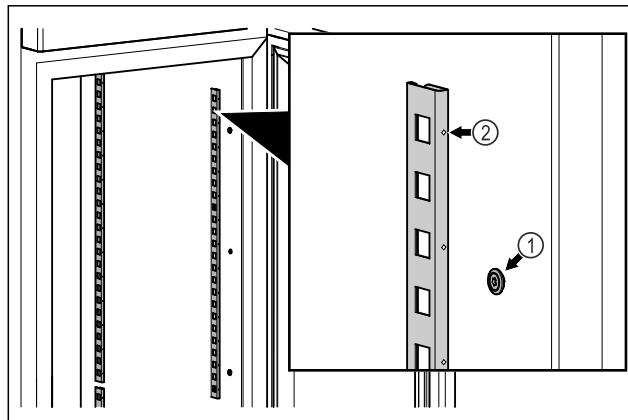

Fig. 83 Beispielhafte Darstellung
- Rastenleisten in Aufhängung Fig. 83 (1) einhaken. Markierung Fig. 83 (2) muss nach vorne zeigen.